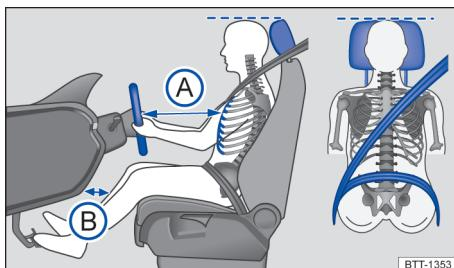

Fig. 19 Distância correta do condutor em relação ao volante, posição correta do cinto de segurança e ajuste correto do apoio para cabeça.
- Ajustar o banco de modo que a distância entre o volante e o tórax tenha no mínimo 25 cm → **Fig. 19 A** e que o condutor possa segurar o volante pela borda externa com as duas mãos e os braços ligeiramente dobrados.
- Ajustar o banco do condutor na direção longitudinal de modo que os pedais possam ser acionados com as pernas ligeiramente arqueadas e a distância para o painel de instrumentos na área do joelho seja de, no mínimo, 10 cm → **Fig. 19 B**.
- Para os bancos com apoio para cabeça: ajustar o apoio para cabeça de modo que a sua borda superior se encontre preferencialmente na mesma linha da parte superior da cabeça → **Fig. 19** – porém não abaixo da altura dos olhos. Posicionar a parte posterior da cabeça o mais perto possível do apoio para cabeça.